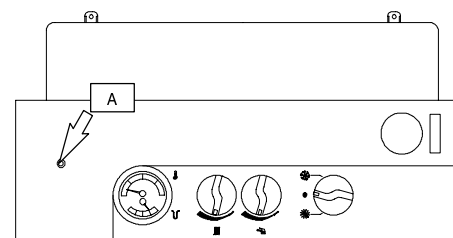

fig. 4.4
- 7 Svitare la vite (A in fig. 4.4) e ribaltare in avanti il pannello comandi.